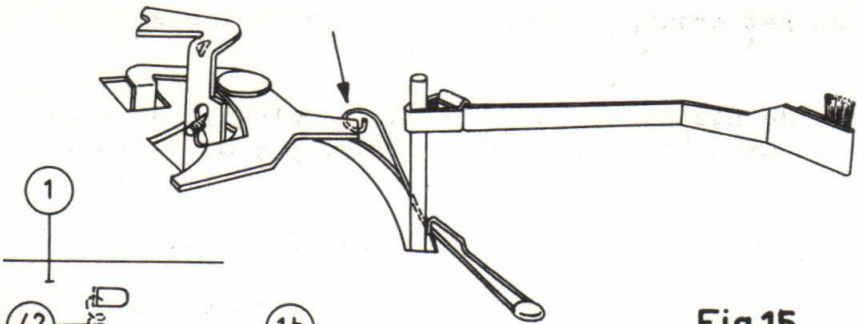

Fig.15
Dit gemeten in de stand "uit" op de plaats waar de veer 42 in de hefboom 1 i ingehaakt is. (zie fig.15).
- 4) Het rechte gedeelte van de veer 1 l zodanig verbuigen dat in de "uit" stand de schakelstift 21f de veer 1 l zover buiten drukt dat de hefboom 1 i zich vrij bewegen kan (zie fig.15).